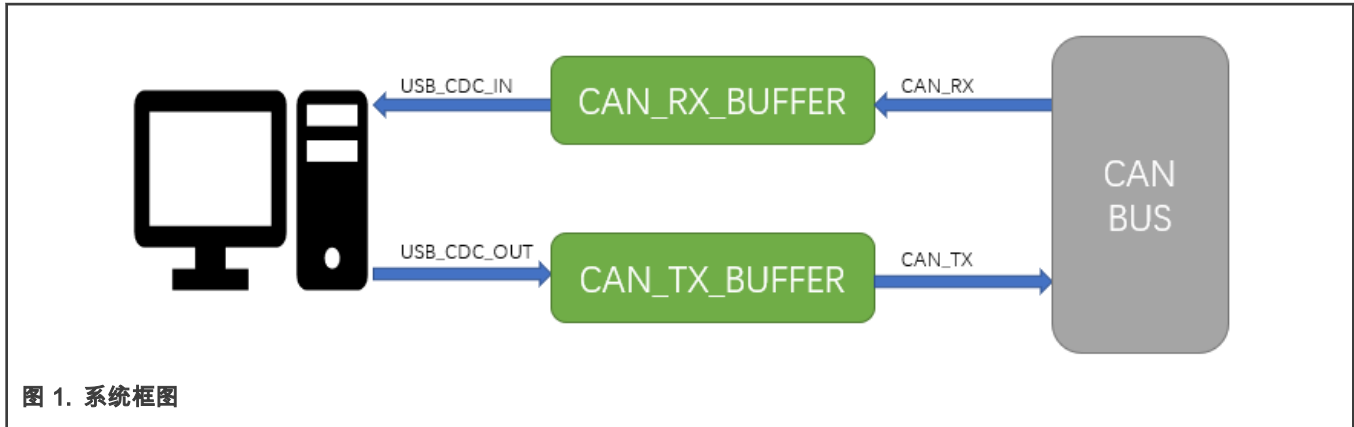

图 1. 系统框图
系统框图如 图 1 所示。SDK 已经提供了 CAN 驱动程序和 USB 堆栈。您需要为每个通道添加两个缓冲区，一个用于 USB->CAN 总线，另一个用于 CAN ->USB 总线。两个通道相互独立以确保最佳的性能。
2. USB 和 CAN 以不同的速度运行，我们需要配置两个 FIFO，一个用于 CAN Tx 缓冲区，一个用于 CAN Rx 缓冲区，如图 1 所示。